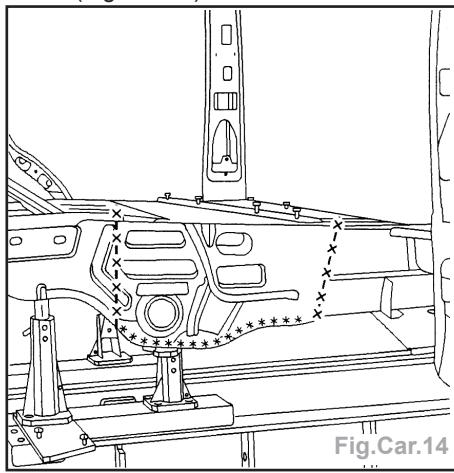

Fig.Car.14
- Découper le marchepied à l'aide d'une scie (Fig.Car.14).